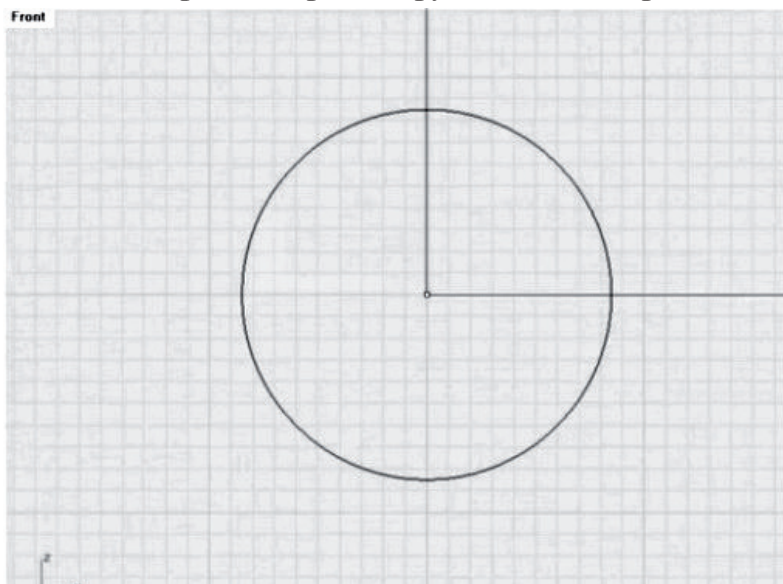

Рис. 92. Окружность, построенная из центра координат
1. В окне Front выбираем на левой панели Point, включаем привязку Snap и ставим точку в центре координат. Выбираем Circle: centre, radius; из точки в начале координат строим окружность диаметром 17 мм (рис. 92).